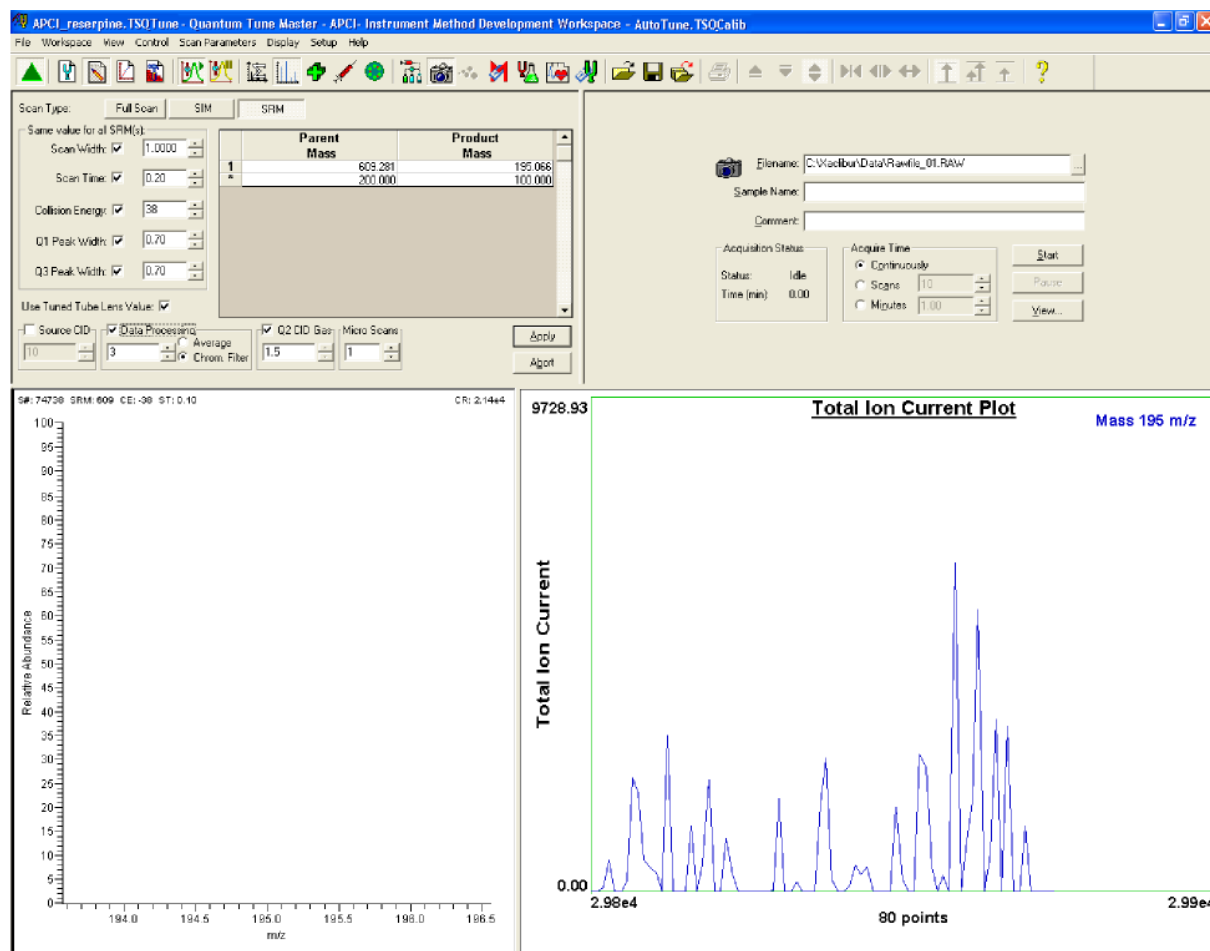

图8-8. 仪器方法建立工作区域，图中显示的是SRM扫描类型
7. 在Control / Scan Mode（控制/扫描）工具栏上，点击Display TIC（显示TIC）按钮，在工作区域右下角的Graph（谱图）视图中记录全部的离子流，见图8-8。